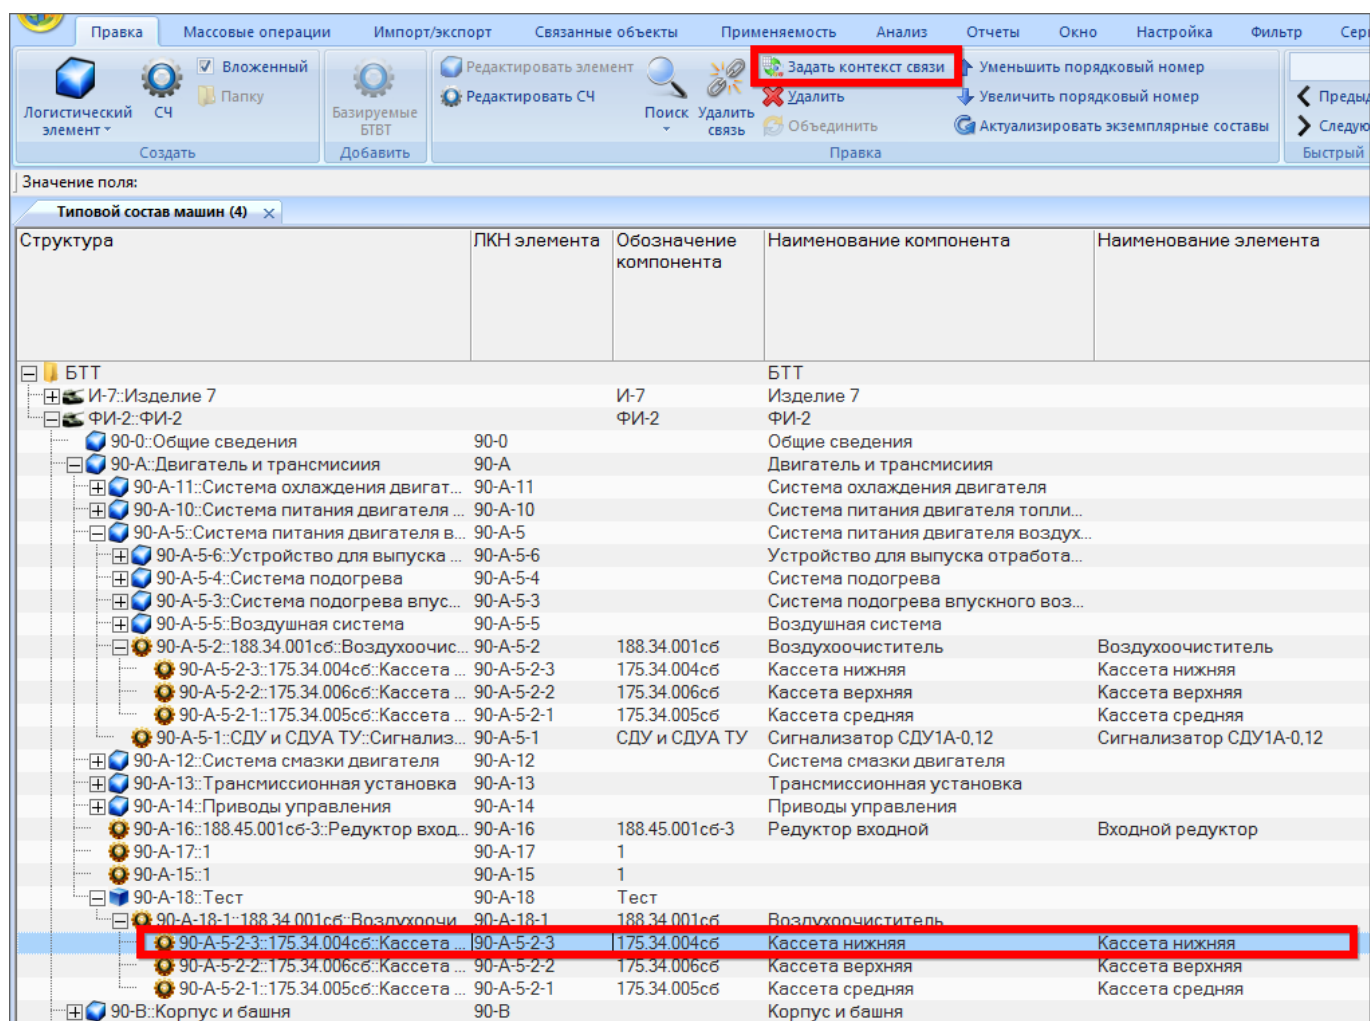

Рис. 10-22 – Выполнение команды для задания контекста связи
1) в окне «Логистическая структура» («Типовой состав машин») выбрать компонент в составе сборки и нажать на кнопку  «Задать контекст связи» панели «Правка» (рис. 10-22). Кнопка доступна при выборе компонента в ЛСИ;